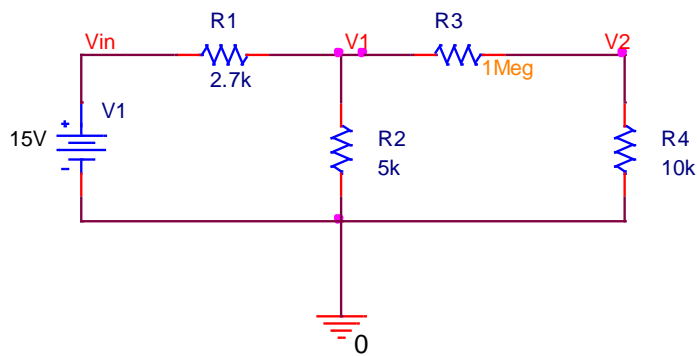
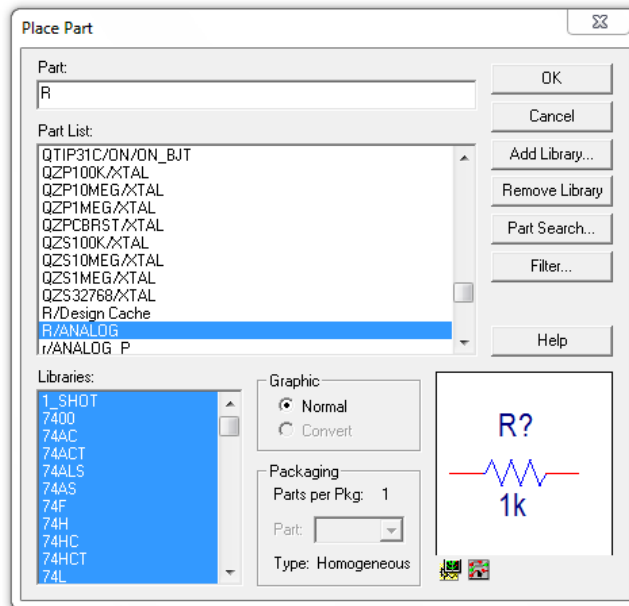

Figure.1. Exemple d'un schéma électrique.
Figure.2. Place Part dans le Place menu.
- o Saisissez sur la page 1 le schéma électrique à simuler (Figure 1) à l'aide du **Place menu/Place Part** (Figure 2).